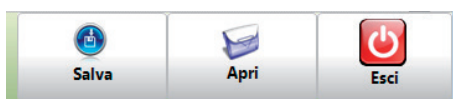

FIG. 8.1.5
6) Open / Save: allows opening and/or saving a configuration (Fig. 8.1.5). The files, which are opened or saved, have the extension ".evo".
6) Apri / Salva: consentono di aprire e/o salvare una configurazione (Fig. 8.1.5). I file, che vengono aperti o salvati, hanno l'estensione ".evo".